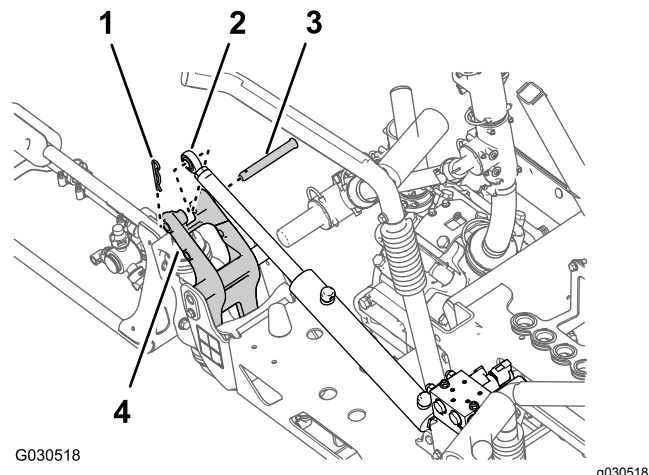

図 72
3. 昇降シリンダをピボットブラケットに固定しているヘアピンとクレビスピンを取り外す 図 72。